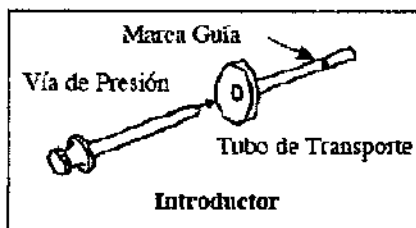

Figura 1
1. Inserte completamente la varilla de introducción en el tubo guía. (figura 1)